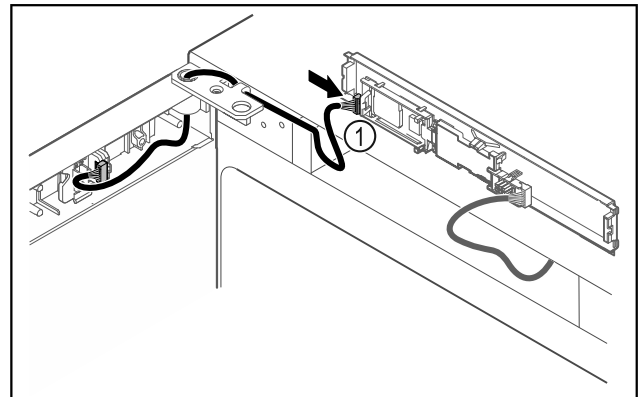

Fig. 49
- ▶ Stecker Fig. 49 (1) an Platine anstecken.